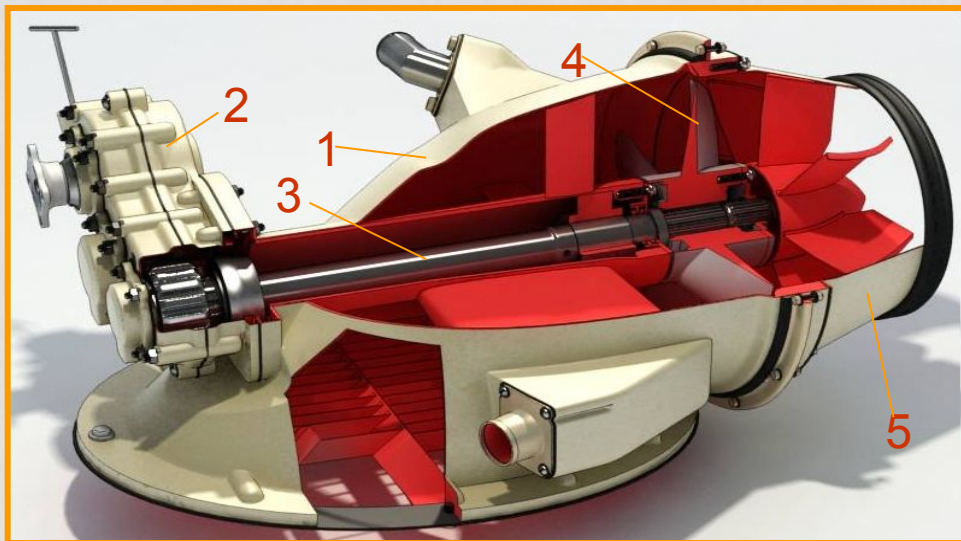

рис.1
- корпус (1) (рис.1);
- редуктор (2) водометного движителя;
- вал (3) гребного винта;
- гребной винт (4);